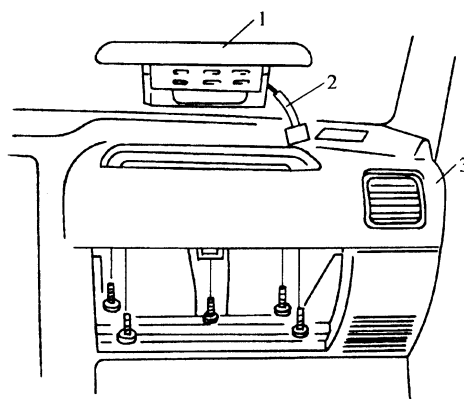

图 10-40 检查副驾驶员安全气囊模块
(5)检查副驾驶员安全气囊模块是否有凹坑、破裂、损坏等情况及其配合,见图 10-40。检查装饰盖板是否破裂或变形。检查电线束和连接器是否损坏及其松紧程度。若发现任何异常,都应更换。